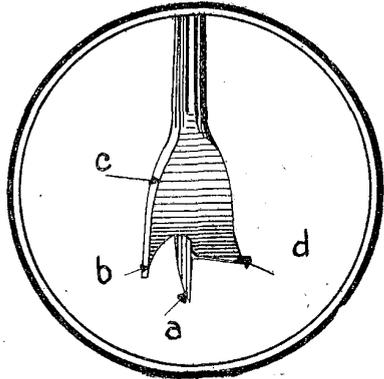

Figure 33
- A) Les mèches à trois pointes (fig. 33), bien connues de tous ;
Affûtage des mèches à trois pointes. — En examinant une mèche à bois à trois pointes (fig. 33), ou remarque que la *pointe de centrage a* doit être nettement plus grande que le *traçoir b*.
Pour affûter une mèche à trois pointes, il faut d'abord (fig. 33) aiguïser le tranchant du coté *d* avec une lime douce, puis une pierre à huile, ensuite, il faut retailler l'arcade (voir B) et l'arête coupante du traçoir *b* avec une pierre à gouge à champs ronds.